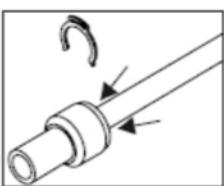

Fig. 2
- 2) Apasati inelul racordului rapid (Fig. 2).